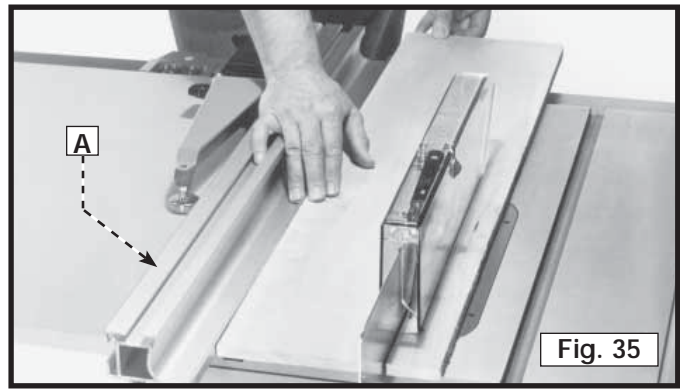

Fig. 35
1. Encienda el motor y haga avanzar el trabajo, sosteniéndolo hacia abajo y contra la guía. Nunca se pare en la línea de corte de la sierra mientras realiza el corte longitudinal. Cuando el ancho del corte sea de 152,4 mm (6") o más, tome la pieza con ambas manos y empújela por la guía hacia la hoja de la sierra (Fig. 35). Empuje el trabajo hacia la hoja de la sierra con la mano derecha. Use la mano izquierda para guiar la pieza de trabajo. No empuje la pieza de trabajo con la mano izquierda. Después de que el trabajo pasó la hoja de la sierra y los dedos antirretroceso, retire las manos del trabajo.